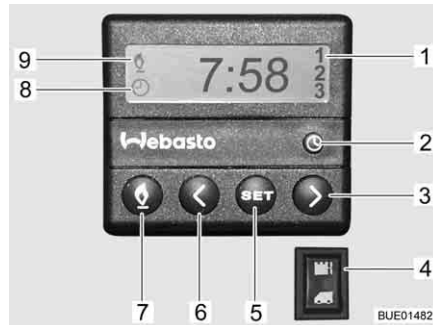

Fig. 213 Unité de commande pour le chauffage d'appoint
- Appuyer sur la touche (Fig. 213,7). Le mode chauffage est indiqué par le symbole (Fig. 213,9). Le ventilateur ne s'allume que quand la température de l'eau de refroidissement atteint 30 °C.
- Appuyer sur la touche (Fig. 213,7). Le symbole (Fig. 213,9) s'éteint.
- Appuyer sur le bas de l'interrupteur (Fig. 213,4). Le moteur est préchauffé. Le ventilateur est immédiatement allumé.
- Appuyer sur le haut de l'interrupteur (Fig. 213,4). Le moteur reste froid.
- Appuyer sur la touche (Fig. 213,2). Le menu réglage de l'heure est indiqué par le symbole (Fig. 213,8).
- Régler l'heure avec les touches (Fig. 213,3 et 6).
- Appuyer sur la touche (Fig. 213,5).
- Régler le temps de démarrage dans les 10 secondes qui suivent avec les touches (Fig. 213,3 et 6).
- Appuyer plusieurs fois sur la touche (Fig. 213,5) jusqu'à ce que le numéro de programme désiré (Fig. 213,1) apparaisse sur l'écran.